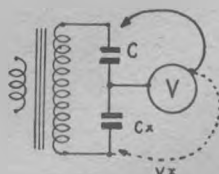

Fig. 3. — Comparaison de deux condensateurs.
(1) Voir *Memento Tungstram*, t. II, p. 31.
(2) Pour comparer rapidement un condensateur inconnu C_x avec une capacité connue C , on peut procéder comme suit (fig. 3). Les deux condensateurs sont montés en série sur un secondaire HT et on mesure successivement avec un voltmètre alternatif la tension V aux bornes de C , la tension V_x aux bornes de C_x . Dès lors :